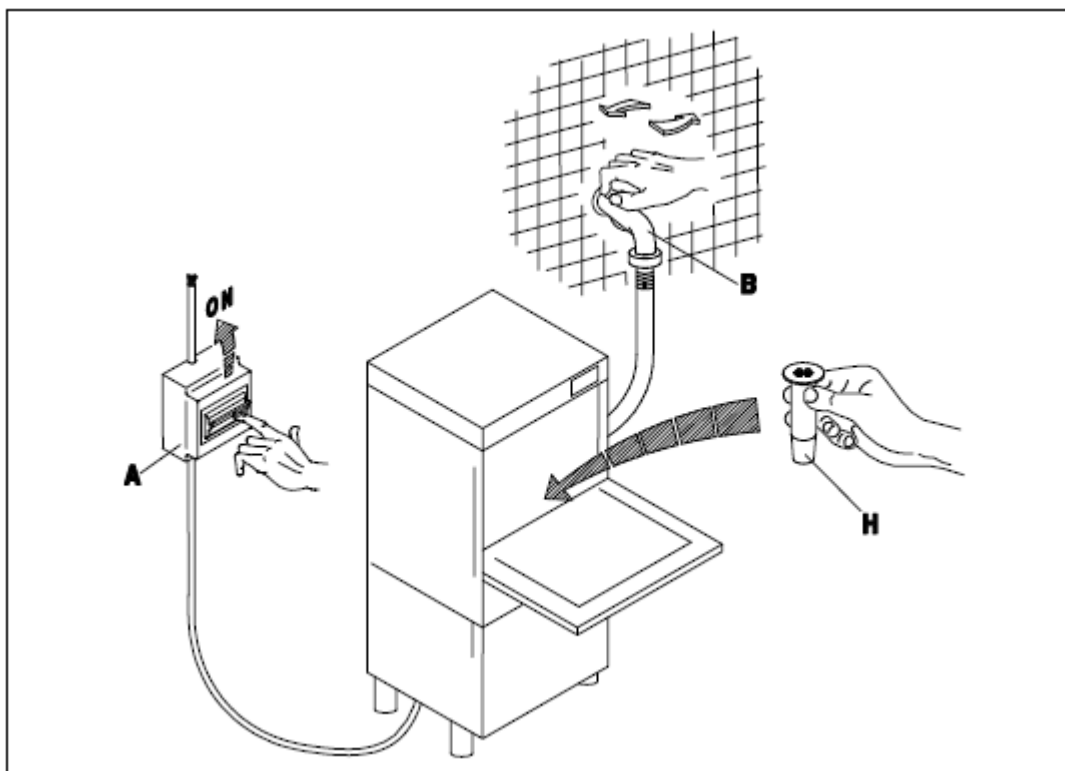

Рис. 3-1
- Откройте вентиль подачи воды (В) и включите электропитание (положение «ВКЛ») (А). Включите оборудование при помощи выключателя (1), при этом загорится световой индикатор (А), указывающий на то, что машина подключена к источнику питания. Если дверца закрыта, оборудование наполняется водой. Когда оно полностью наполнится, нагревательные элементы бака и бойлера автоматически включатся. При активизации элементов световые индикаторы (D) и (E) загораются. Когда оба световых индикатора выключаются, вода достигла заданной температуры и оборудование готово начать цикл мойки (рис. 3-1 и 3-2).